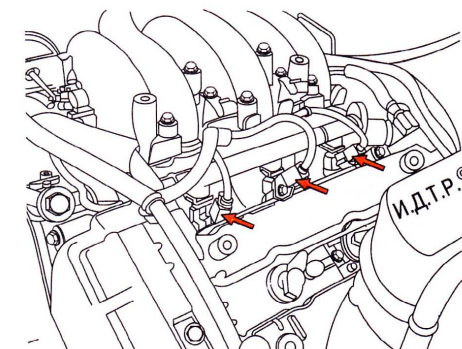

Рис. 12.12. Колодки жгутов проводов топливных форсунок
10. Отсоедините колодки жгутов проводов от трех топливных форсунок (рис. 12.12).